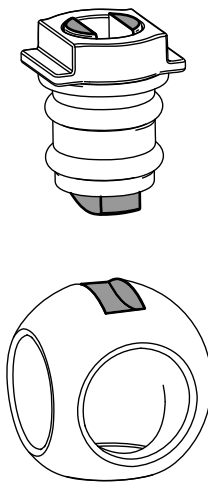

Bild 79
6. Setzen Sie die Kugel in das Ventilgehäuse ein (Bild 79).
Hinweis: Der Ventilschaft sollte in den Kugelantriebsschlitz passen. Passen Sie die Position der Kugel an, wenn der Ventilschaft nicht passt (Bild 79).